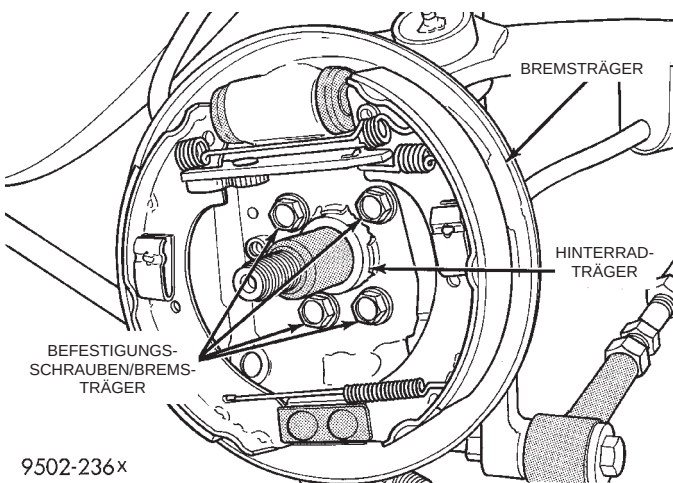
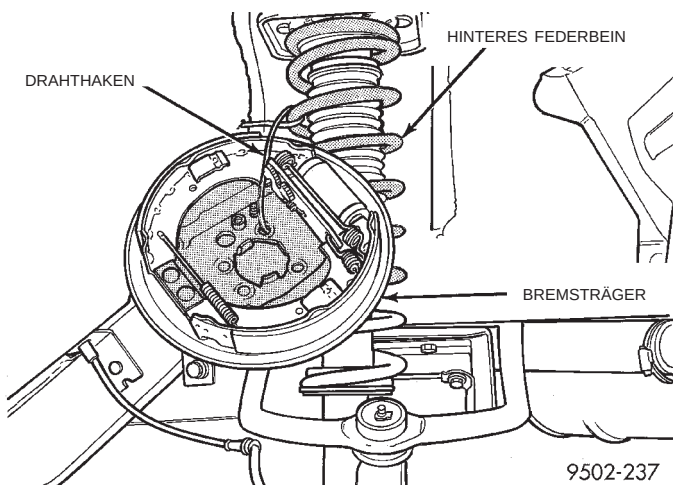

Abb. 13 Schrauben des Bremsträgers
Abb. 14 Bremsträger korrekt aufgehängt
(7) Die vier Schrauben (Abb. 13) lösen, mit denen der Bremsträger am Hinterradträger befestigt ist. Dann den kompletten Bremsträger mit Anbauteilen vom Hinterradträger abnehmen. **Zum Abbau des Bremsträgers braucht der Brems-schlauch nicht gelöst zu werden.** Nach dem Ausbau den Bremsträger an der Karosserie aufhängen (Abb. 14).
(5) Den Bremsträger am Hinterradträger montieren. Die vier Befestigungsschrauben (Abb. 13) für den Bremsträger eindrehen und mit einem Anzugsmoment von 61 N·m (45 ft. lbs.) festziehen.